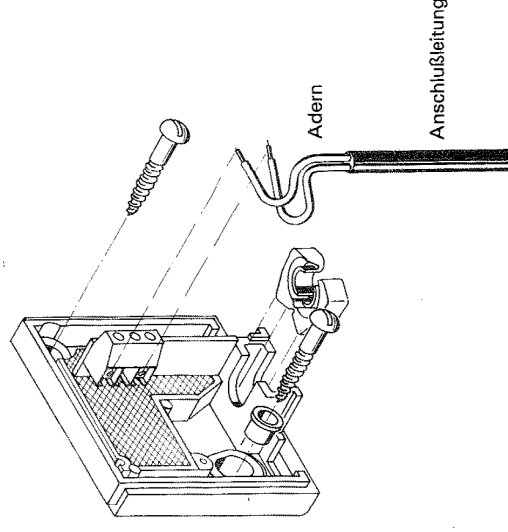

Abb. 3 Sockel befestigen und Leitung anklammern
2. Die Kunststoffülle in die Bohrung im Sockel stecken (in beiden Bohrungen müssen die Kunststofffüllen eingesteckt sein). Den Sockel mit den beiden Schrauben so an der Wand befestigen, daß die Leitungseinführung nach unten zeigt (Abb. 3).
3. Die Leitungsstülle auf die Leitung stecken und in den Sockel schieben. Die Leitung an die beiden Anschlußklemmen anschließen. Die Adern sind vertauschbar (Abb. 3).